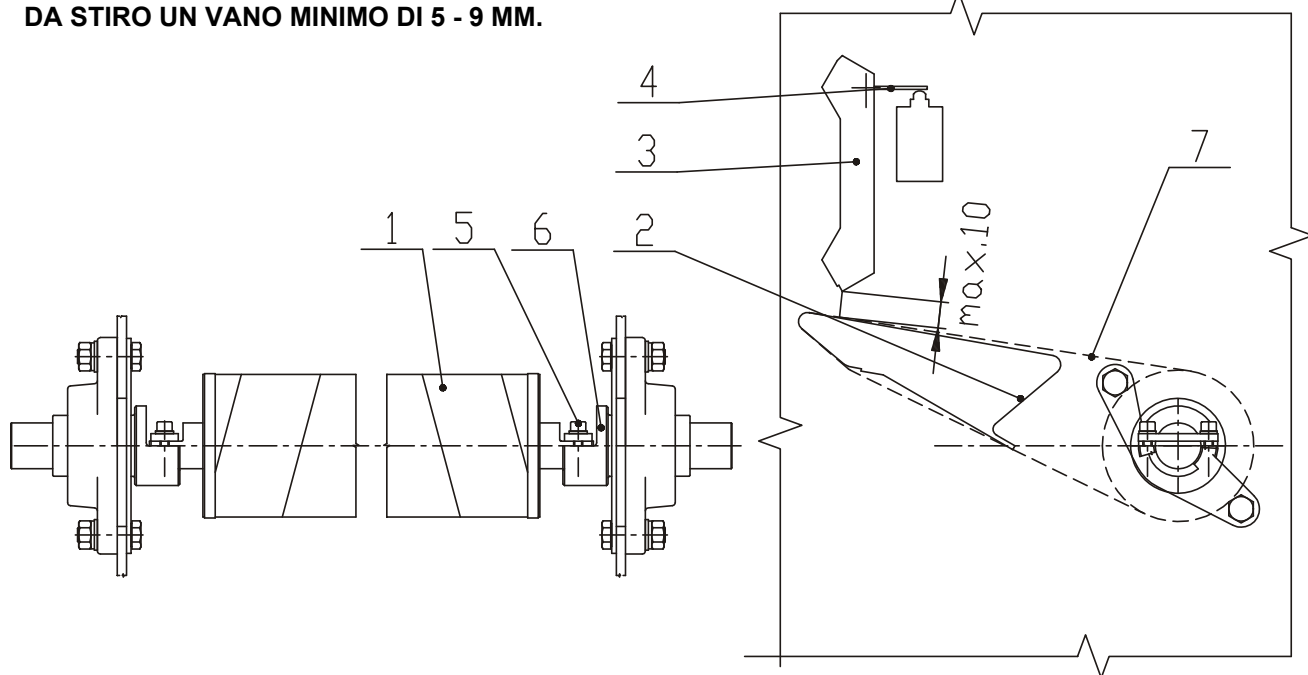

Fig. 5.2.2.B Tavolo d'inserimento
Registrare la tensione dei nastri del tavolo d'inserimento si esegue tramite i dadi fig. 5.2.2.C pos. 6. I nastri d'inserimento devono essere moderatamente distesi per poter fare il loro movimento. I nastri sono distesi nella direzione verso al rullo da stiro. Il tavolo è fissato con due dadi (5) ai suoi bordi. Svitando i viti si può manovrare e girare il tavolo tramite i dadi per registrazione (6).